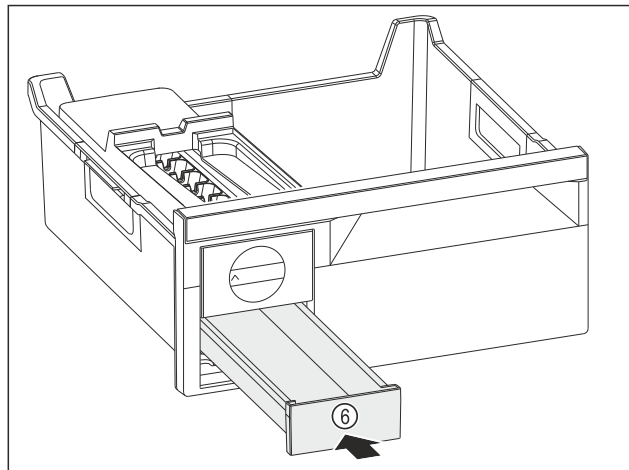

Fig. 136
- ▶ Introducir el cajón para cubitos de hielo Fig. 136 (6).